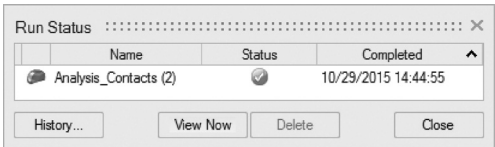

图 12-18
- 3) 当运行结束后，选择运行状态窗口中的运行，并单击现在查看按钮以查看结果，如图 12-18 所示。